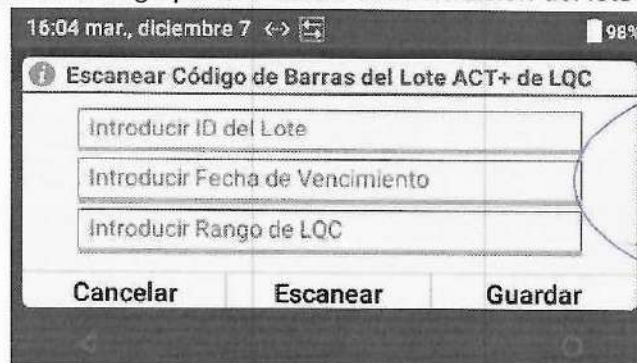

Figura 66: Introduzca la información del lote de LQC
- 4 Aparecerá un cuadro de diálogo para introducir la información del lote de LQC (Figura 66).